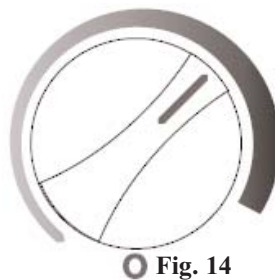

Fig. 14
- Lorsque le refroidissement maximal est réalisé, retournez la commande de thermostat sur l'échelle blue foncée à la position équivalente à 2 heures sur la face d'un cadran. Voir la Fig.14.